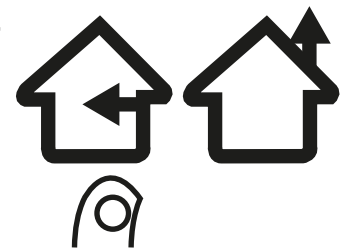

Figure 13
- Pour une installation sans conduit, s'il vous plaît visiter [anconahome.com](http://anconahome.com) pour acheter la trousse de recirculation (vendue séparément), et déplacez le loquet (situé à côté du moteur) en position (voir figure 13).